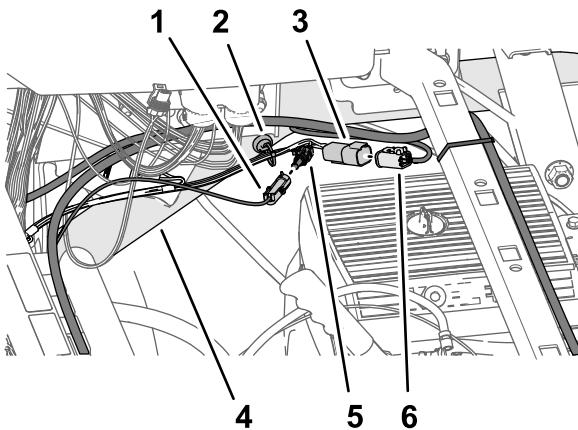

Figura 202
3. Collegate il connettore a 1 pin del cablaggio della batteria indicato come ***IMPORTANTE*** COLLEGATE QUESTO FILO SOLO ALLA PRESA DI ALIMENTAZIONE COMMUTATA DA 12 V al connettore a 1 presa della diramazione di 66 cm del cablaggio preassemblato del kit (Figura 202) indicato come ALIMENTAZIONE COMMUTATA PER TOPCON GEN 2).
4. Collegate il connettore a 4 pin della diramazione di 66 cm del cablaggio preassemblato del kit indicato come ALIMENTAZIONE ASC 10 E CAN DA X30 al connettore a 4 prese della diramazione del cablaggio dati indicato come CAN 2/ASC10 BUS (Figura 202).